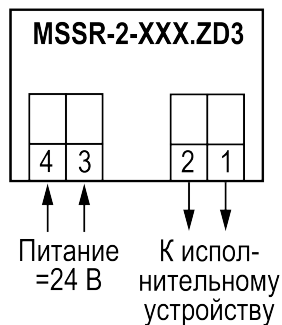

Рисунок 4 – Назначение контактов ТТР
2. Подключить к монтажной колодке (см. *рисунок 4*):